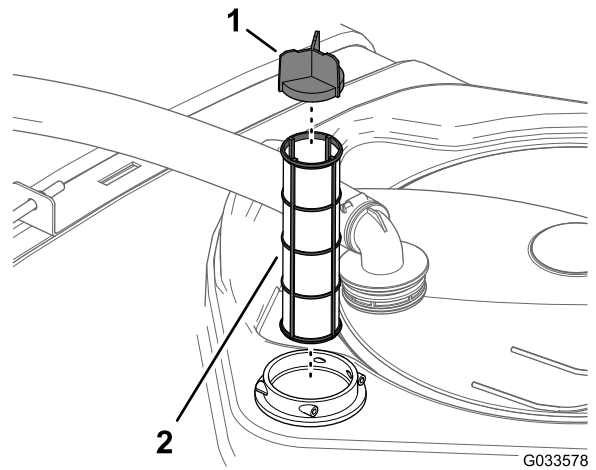

図 146
4. フィルタハウジングタンク内部から古いフィルタを取り出す 図 146。